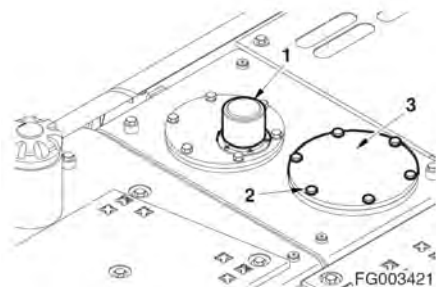

Рис. 82
2. Слегка ослабить крышку сапуна (1, рис. 82), чтобы сбросить внутреннее давление.
3. Снять болты (2, рис. 82) и крышку обслуживания (3). Снять пружину (4), клапан (5), уплотнительное кольцо (6), вспомогательный фильтр (7), а затем фильтр (8).
6. Затянуть крышку сапуна (1, рис. 82).
2. Слегка ослабить крышку сапуна (1, рис. 82), чтобы стравить внутреннее давление.